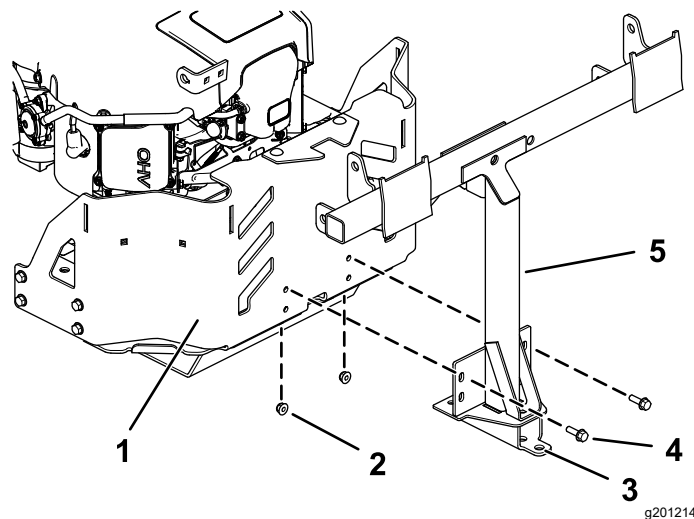

Figura 15
- 4. Montate, senza serrarlo, il telaio orientabile sul telaio della macchina utilizzando 2 bulloni (5/16" x 1") e 2 dadi di bloccaggio (5/16") come illustrato nella Figura 15.
- 6. Serrate i 2 bulloni (5/16" x 1") e 2 dadi di bloccaggio (5/16") come illustrato nella Figura 15.